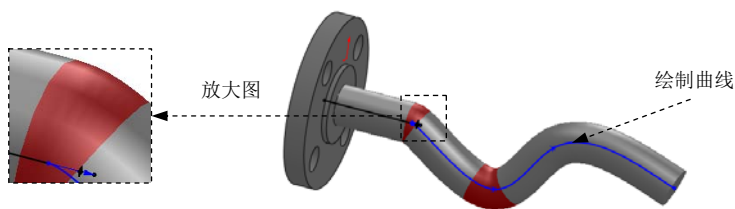
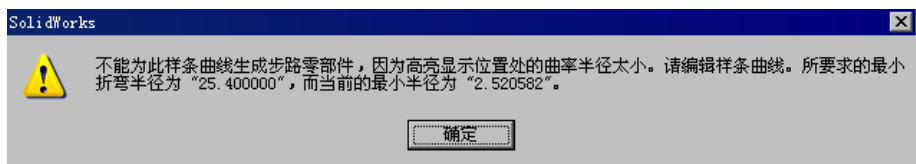

图 11.6.10 管筒路径
图 11.6.11 “SolidWorks”对话框
Step7. 定义管筒路径。系统进入草绘环境中。在“草图”工具栏中单击  按钮，在 YZ 平面内绘制图 11.6.10 所示的管筒路径，绘制后系统弹出图 11.6.11 所示的“SolidWorks”对话框，单击 **确定** 按钮。
Step8. 调整路径。手动对图 11.6.10 所示的管筒线路上的型值点位置进行编辑，直到没有红色的区域出现。